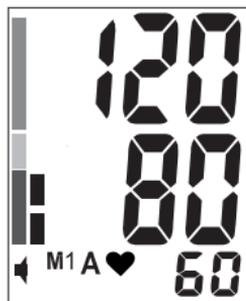
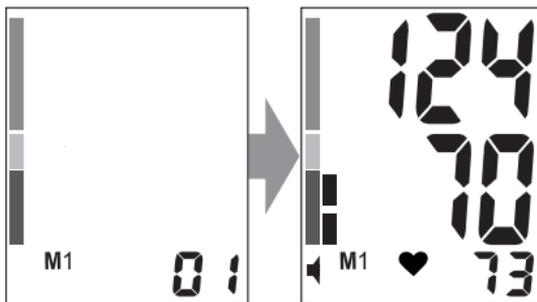

РИС. 11
РИС. 12
3. Просмотреть содержимое памяти прибора Вы можете, нажав кнопку M1 или M2. При первом нажатии кнопки M1 (или M2) на экране появится среднее значение 3-х последних измерений, сохраненных в память M1 (или M2), обозначенная символом «А» (рис. 11). При повторном нажатии кнопки M1 (или M2) на экране появится индикатор выбранной памяти M1 (или M2) и номер ячейки памяти, а через 1 секунду отображается ее содержимое (рис. 12), продублированное голосовым сопровождением. Каждое нажатие кнопки M1 (или M2) вызывает переход к следующей ячейке памяти.